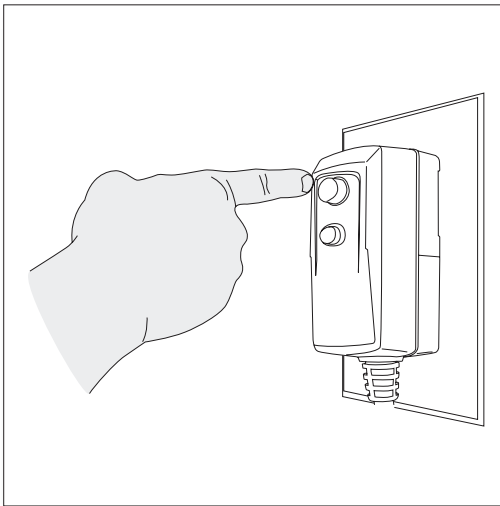

Fig. 19
- Desenrolle el cable del enchufe y conecte el GFCI a una toma de 120 voltios a tierra. Pulse el botón 'reset' en la caja GFCI (Fig. 19). La ventana del indicador debe mostrar un color verde. Esto debe hacerse cada vez que la unidad esté enchufada.